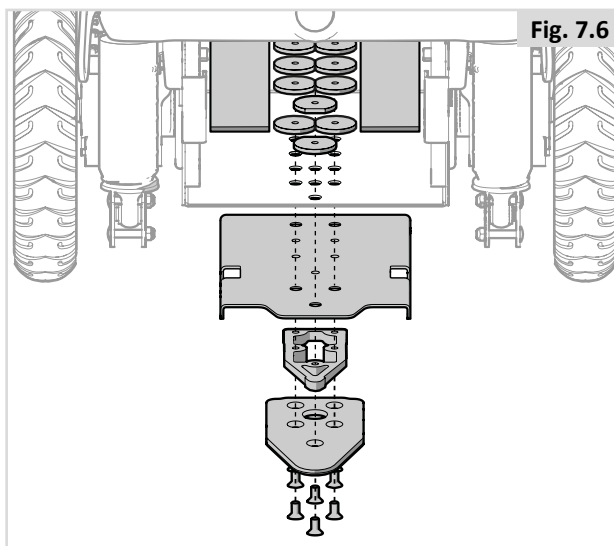

Fig. 7.6
1. Monter avstandsstykket (8 mm) på festeplaten (Fig. 7.6).